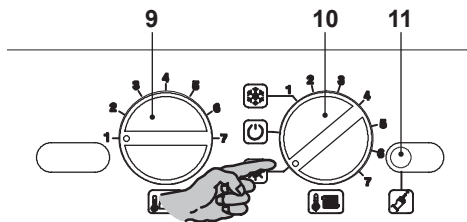

Figura 9.9
- Posizionare le manopole del pannello comandi come indicato in Figura 9.9.
- Per entrare nella modalità Spazzacamino bisogna entrare in programmazione premendo per 15 secondi il pulsante di ripristino 11 in Figura 9.9 fino alla comparsa del parametro **P01**. Sul display LCD; sul display LCD compare la seguente visualizzazione (la sequenza **P01** si alterna a -- -- --).
- Premere il pulsante di ripristino 11 in Figura 9.9, per lo scorrimento dei vari parametri sino al raggiungimento del parametro valido per il settaggio della modalità Spazzacamino.